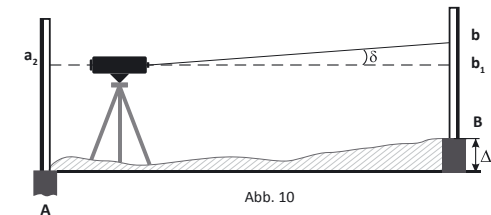

Abb. 10
- Stellen Sie das Nivelliergerät nun um und positionieren Sie es 1-2m vom Punkt A entfernt (Abb.10). Lesen Sie nochmals die Höhe an Punkt B (b_2) und A (a_2) ab. Wenn $|(a_2 - b_2) - (a_1 - b_1)| < 3\text{mm}$, braucht das Nivelliergerät keine weitere Justierung.